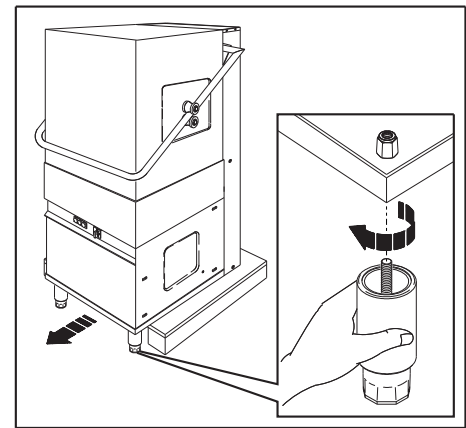

Fig. 4
3. Traslade la máquina en la paleta hasta liberar dos de los cuatro agujeros dispuestos para introducir los pies de soporte (fig. 4).
Coja uno de los pies suministrados y enrosque el tornillo en uno de los dos soportes liberados (fig. 4).
Monte el segundo pie siguiendo el mismo procedimiento (fig. 4).